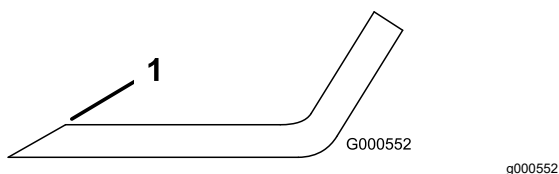

Figura 82
- Utilice una lima para afilar el filo de corte en ambos extremos de la cuchilla (Figura 82).
Nota: Si la cuchilla no está equilibrada, rebaje algo el metal en la parte de la vela solamente con una lima (Figura 82).